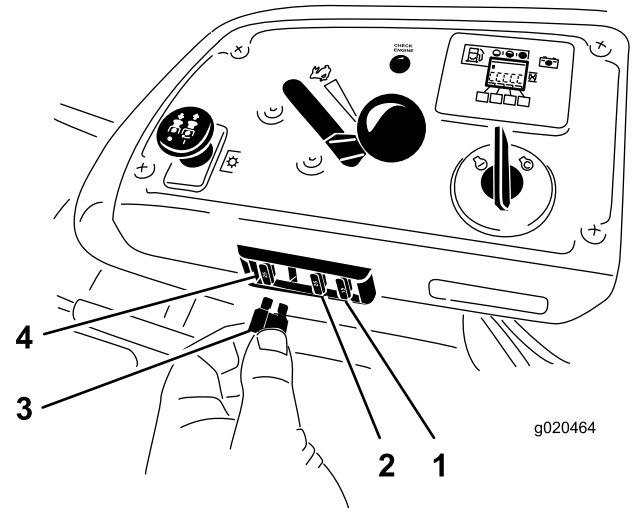

Figure 61
1. Les fusibles sont situés sur la console droite, près du siège (Figure 61).
3. Remplacez le fusible (Figure 61).